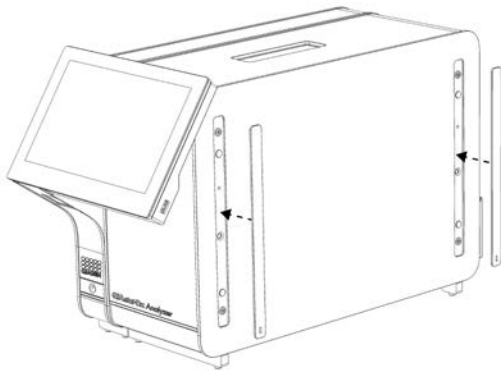

Abbildung 7: Wiederanbringen der Schutzabdeckungen
4. Bringen Sie die Schutzabdeckungen wieder an der Seite des Analysemoduls an (Abbildung 7).